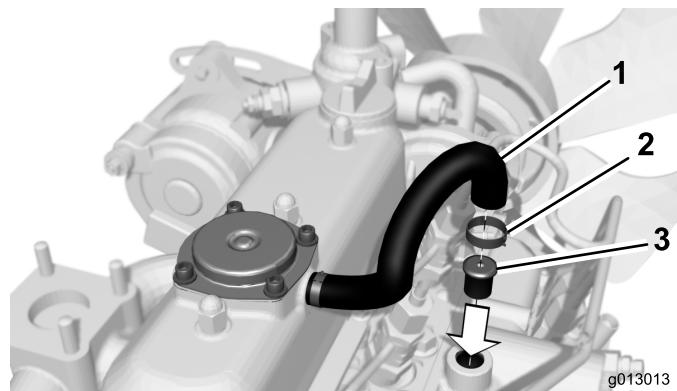

図 2
7. ブリーザ・チューブがブリーザ・パイプに接続されている付近にごみや異物がないように丁寧にふき取る（図 2）。
8. インテーク・マニホールド内でブリーザ・チューブをブリーザ・パイプに接続しているホース・クランプを外す（図 2）。パイプからチューブを抜き取る。
9. ブリーザ・パイプの先端に新しいインテーク・オリフィスを差し込む（図 2）。